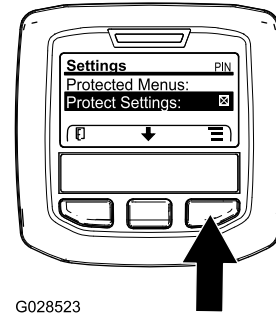

Figura 28
1. Dal MAIN MENU (Menu principale), premete il pulsante centrale per scorrere fino al SETTINGS MENU (Menu impostazioni), poi premete il pulsante destro (Figura 28).